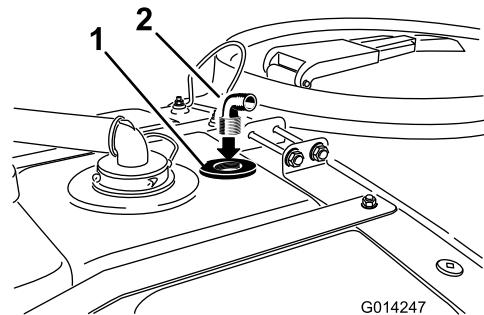

Figura 16
- Instale el acoplamiento en el orificio roscado del conector estanco de la boquilla de enjuague (Figura 16).